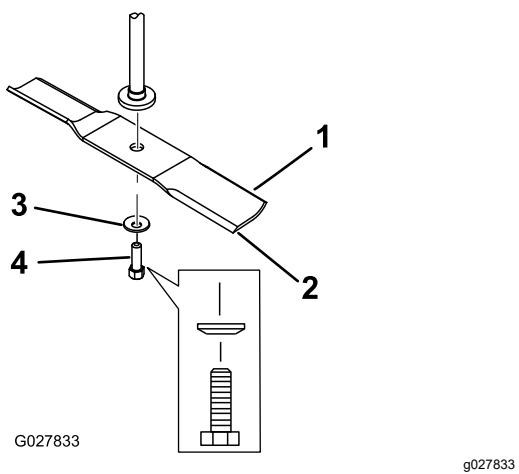

Рисунок 64
2. Отверните болт ножа, снимите изогнутую шайбу и нож с вала шпинделя (Рисунок 64).
1. Установите нож на шпиндель (Рисунок 64).
2. Установите изогнутую шайбу (чашеобразной стороной в сторону ножа) и болт ножа (Рисунок 64).